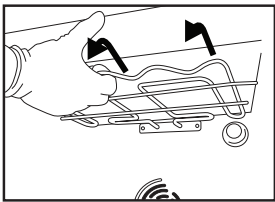
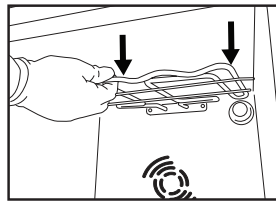

Fig. 1
Fig. 2
2. Trekk varmeelementet litt ut (Fig. 1) og senk det (Fig. 2).